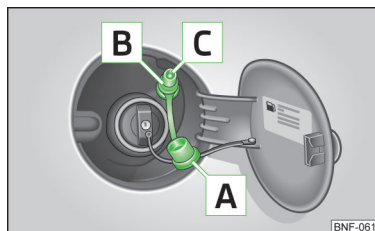

Fig. 94
- Tag kappen **A** » Fig. 94 af gaspåfyldningsstudsens **B**.
- Kontroller, at pakringen **C** » Fig. 94 bliver siddende i gaspåfyldningsstudsens.